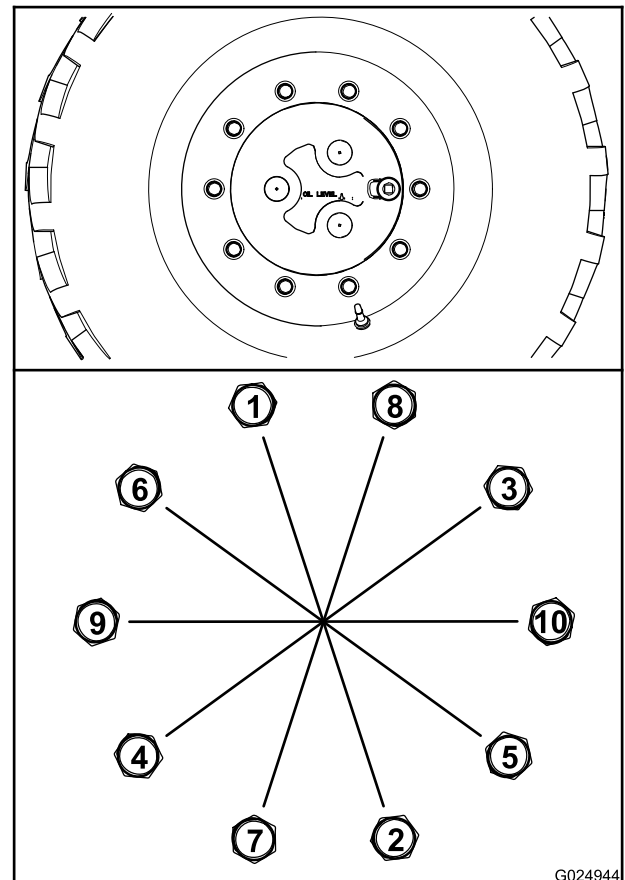

Figura 88
- A. Apriete todas las tuercas de las ruedas a 100 N·m (75 pies-libra) en la secuencia indicada en la Figura 88.
- B. Apriete todas las tuercas de las ruedas a 200 N m (150 pies-libra) en la secuencia indicada en la Figura 88.
- C. Apriete todas las tuercas de las ruedas a 300 N m (225 pies-libra) en la secuencia indicada en la Figura 88.